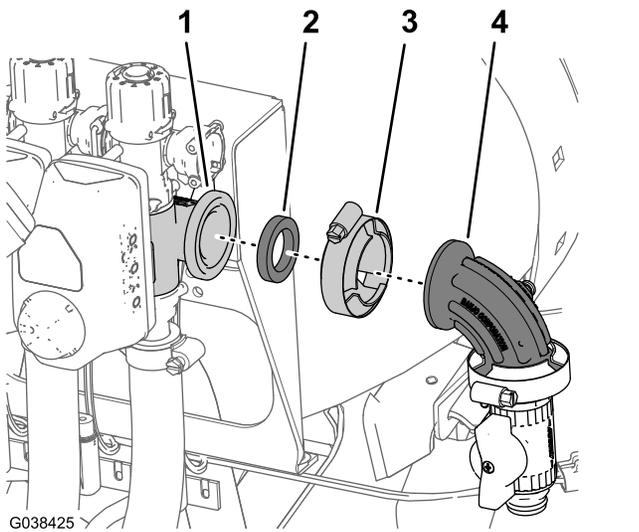

図 89
6. 90° エルボ圧力ポート付きを、右ブームバルブのフランジに取り付けるステップ 1 で取り外したフランジランプとガスケットを使用し、図 89 のように取り付ける。